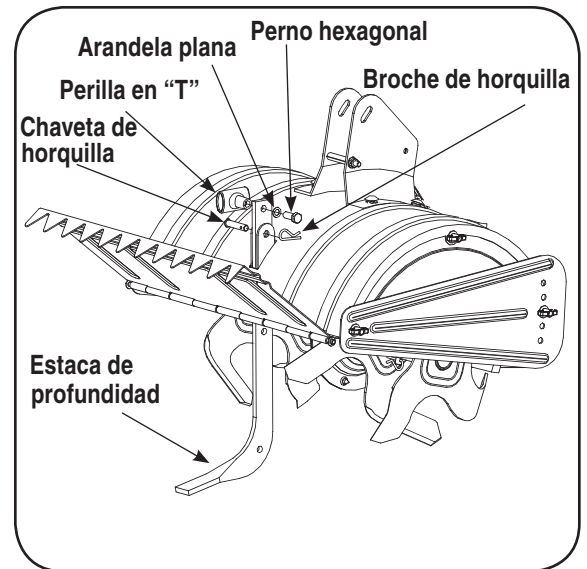

Figura 3-1
- Desenrosque la perilla en "T" de la parte superior de la estaca de profundidad y retire la arandela plana y el perno hexagonal. Saque el broche de horquilla de la chaveta de horquilla. Vea la Figura 3-1.
- Inserte un perno hexagonal en el orificio superior del montaje de la estaca de profundidad. Coloque la arandela plana sobre el perno hexagonal y enrosque la perilla en "T" en el perno. Ajuste bien. Vea la Figura 3-1.